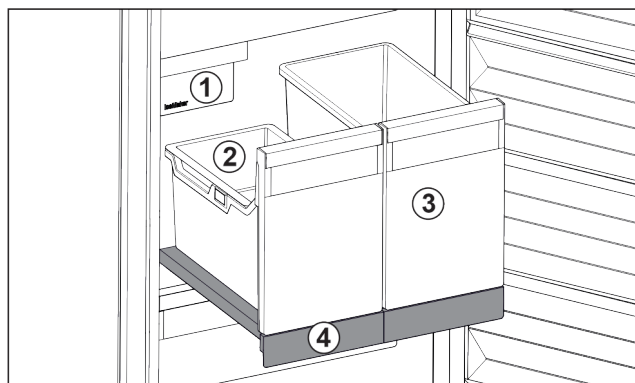

Fig. 116 Auszugsbord mit IceTower
- (1) IceMaker
- (2) Einhängeschale für Eiskwürfel
- (3) Behälter für z. B. Pizza, alkoholische Getränke
- (4) Auszugsbord
Auf dem Auszugsbord sind zwei hohe Behälter (IceTower). Im Behälter Fig. 116 (2) werden Eiskwürfel aus dem IceMaker gesammelt und gelagert. Behälter Fig. 116 (3) eignet sich für die Lagerung von hohen Lebensmitteln wie Pizzen oder alkoholischen Getränken.